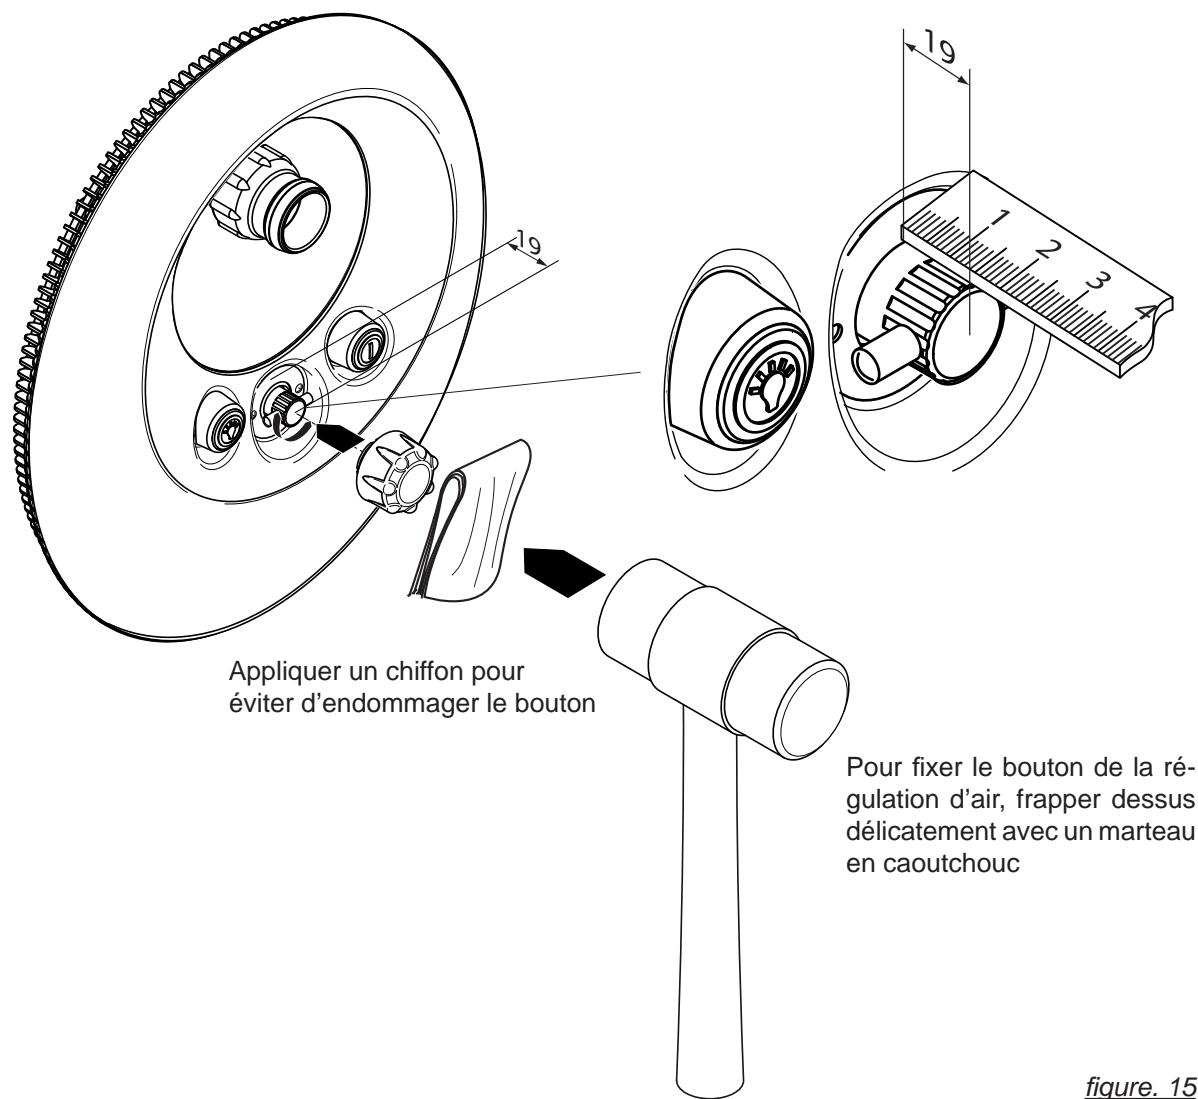

figure. 15
- 12) Fixer le bouton de la régulation d'air (figure 15).
- 13) Raccorder la pompe de surpression (92) à l'aspiration et au refoulement de la pièce à sceller à l'aide des pièces suivantes : demi raccord union (98, 99, 100), coude en caoutchouc (79) et les colliers de serrage correspondants (75).
Pour le montage de la régulation d'air, vous référer à la figure 15 de la page 14.